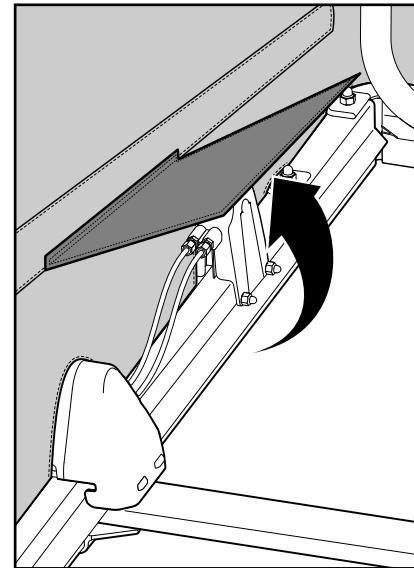

Figura 35
- b. Levante la tapa de los cables de freno en el lado de la palanca de freno del remolque (Figura 35)